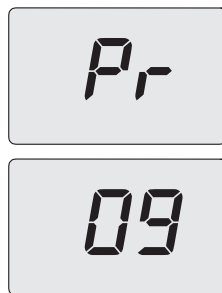

Figura 9.10
- Scorrere i vari parametri utilizzando i tasti 14 o 15 (Figura 9.8) fino a far apparire sul display LCD le lettere **Pr** che si alternano al numero del parametro **09**, indicanti l'entrata nel "parametro 09" (Figura 9.10).